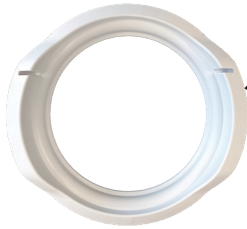
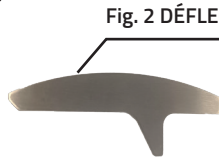
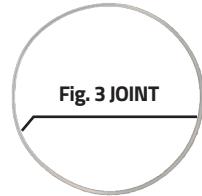

Fig. 1 ANNEAU DE CONFINEMENT
Fig. 2 DÉFLECTEUR
Fig. 3 JOINT
Insérez le joint (fig. 3) dans l'anneau de confinement (fig. 1), en vous assurant qu'il est correctement logé sur toute sa longueur afin de garantir l'étanchéité pendant le fonctionnement (étape 1).
Placez l'anneau de confinement (fig. 1) sur le bord de la cuve (étape 2).
**Important :** positionnez l'anneau de confinement avec les poignées comme indiqué à l'étape 3, et assurez-vous que la fente pour le déflecteur soit orientée vers l'arrière de la machine afin de permettre la fermeture correcte du couvercle. Insérez le guide du déflecteur à enficher (fig. 2) dans les fentes prévues sur l'anneau de confinement (étape 3).
Retirez le déflecteur (fig. 2) de son logement dans l'anneau de confinement (fig. 1). Retirez le joint (fig. 3) de l'anneau de confinement afin de permettre un nettoyage complet de son logement. Soulevez l'anneau de confinement hors de la cuve.